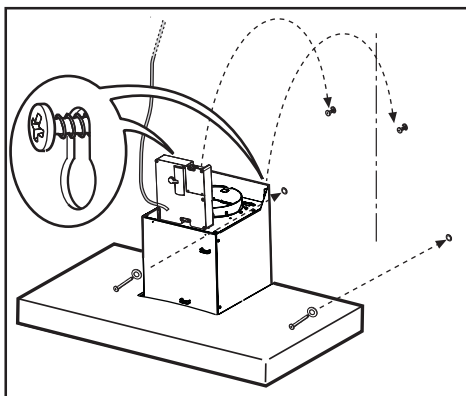

Fig. 11
- Introduire et visser dans les trous inférieurs les vis (et rondelles!) pour la fixation définitive (**OBLIGATOIRE!!**) ensuite, après avoir vérifié l'horizontalité de la hotte, **VISSER FERMEMENT TOUTES LES VIS** inférieures et supérieures. **Fig. 11**